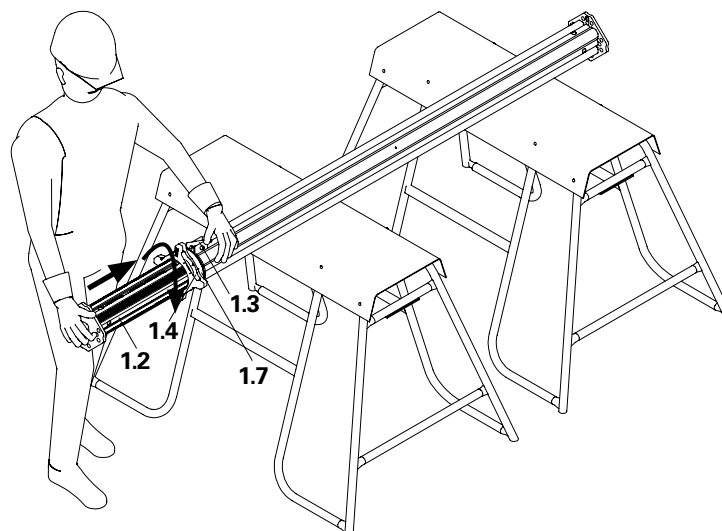

Fig. A1.02
4. Introduire le fût intérieur jusqu'à ce que l'écrou de réglage vienne s'appliquer contre la platine de frottement(1.7). (Fig. A1.02)